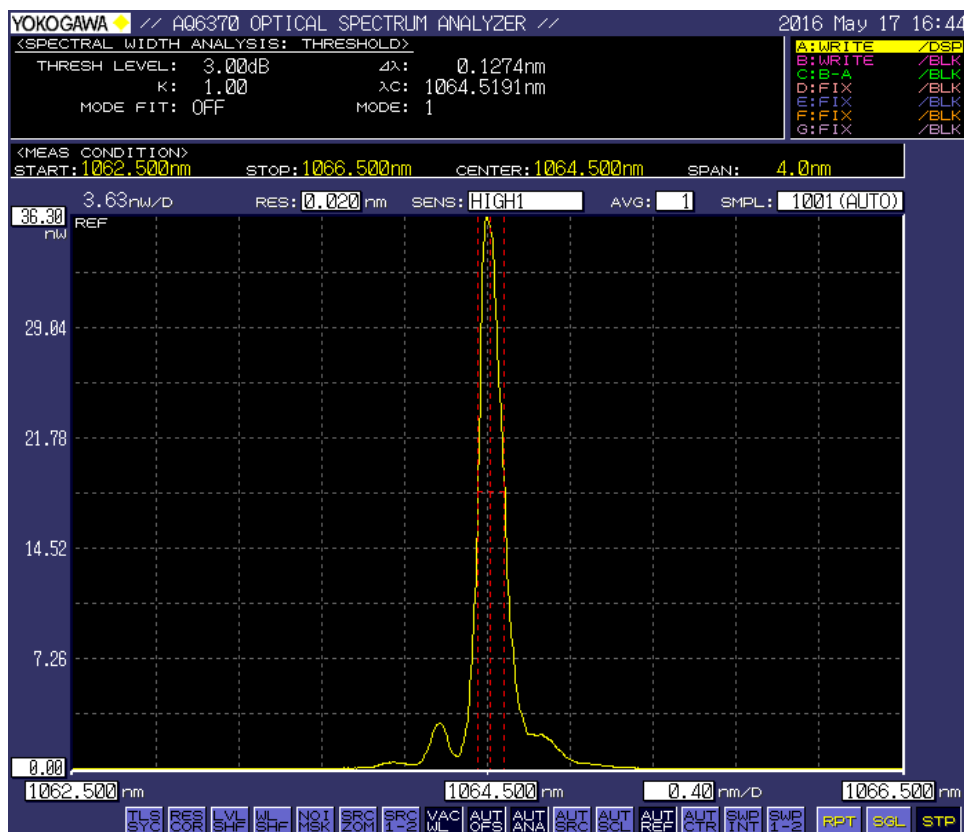

Рис. 1.5. Спектр, измеренный производителем 17 мая 2016 года. Прибор не калиброван.
В данном разделе приведены сведения о волоконном лазере, который используется с 2016 года при работе ВЭПП-2000 на энергиях ниже 500 МэВ. На Рис. 1.5 приведен спектр излучения лазера, измеренный производителем (ООО «Инверсия-Файбер», проспект Академика Коптюга 1а, тел. +7 (383) 332-82-54).